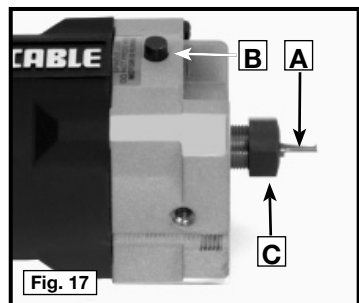

Fig. 17
1. Limpie e introduzca el cuerpo de la broca (A), Fig. 17, en el portaherramienta hasta que el extremo del cuerpo toque fondo. Luego, saque la broca aproximadamente 1/8 de pulgada.
2. Oprima el cierre del husillo (B), Fig. 17, y gire a mano la tuerca del portaherramienta (C) en el sentido de las agujas del reloj hasta que el cierre se acople en el agujero del husillo del motor.